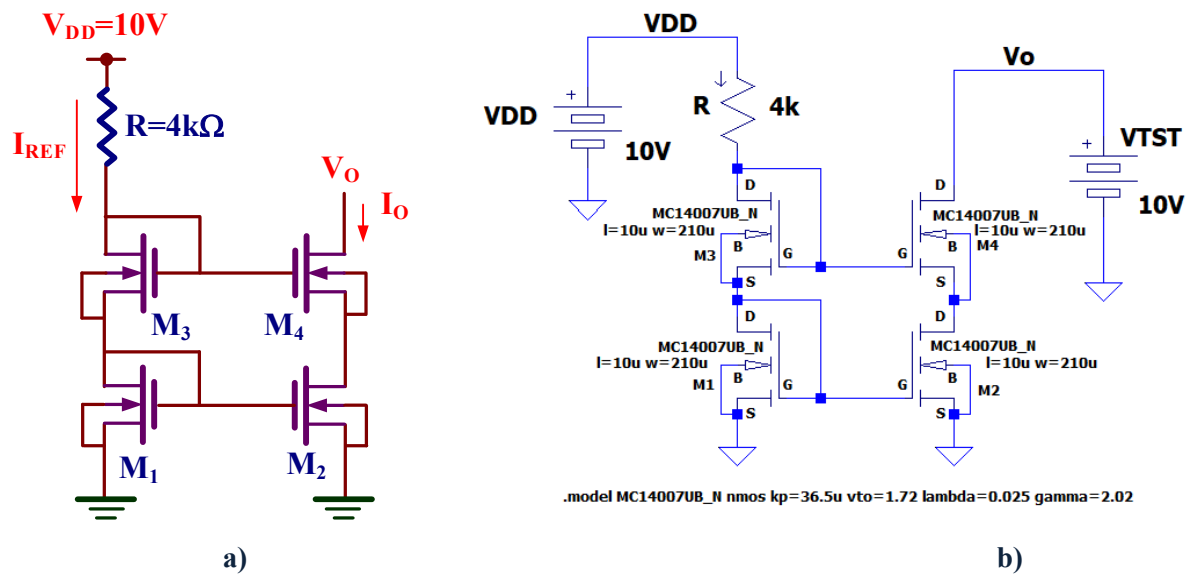

Figura IX.7. Fuente de corriente NMOS cascode: a) Esquema; b) Edición con LTspice.
- I) Edita con LTspice el esquemático de la fuente de corriente cascode NMOS de la figura IX.7 y calcula su corriente de salida I_o .